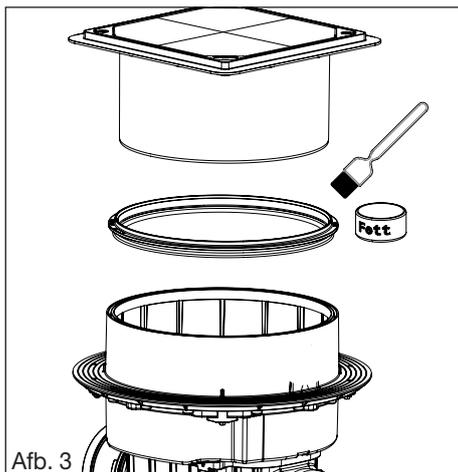

Afb. 1
A. Vergrendelingsstand (afbeelding 1, volledig gesloten bedrijfs- en noodafsluiter)
Het basislichaam van de KESSEL-Staufix FKA dient horizontaal te worden uitgelijnd (zie afb. 1). Voor het aansluiten van de elektrische kabels van sonde en aandrijfmotor dient op locatie een lege kabelbuis (minimaal DN 50, KESSEL adviseert 2 x 45°-bochten) tot op minimaal montagevloerhoogte (zie afb. 2) te worden gelegd en in de kabeldoorvoer in het tussenstuk van de KESSEL-Staufix FKA te worden ingebracht. De bijgevoegde profiellipafdichting in de groef van het tussenstuk leggen en invetten. Vervolgens het opzetstuk monteren (afb. 3). Door het telescopische opzetstuk kan de KESSEL-Stau-